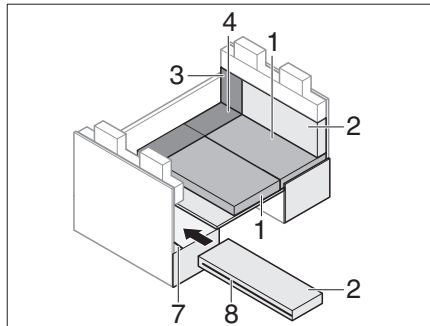

Fig. 210 Durante la transformación
- Abrir la cremallera (Fig. 210,8) en el cojín del respaldo.
- Insertar la ranura en el cojín del respaldo por encima del travesaño ISOFIX (Fig. 210,7).